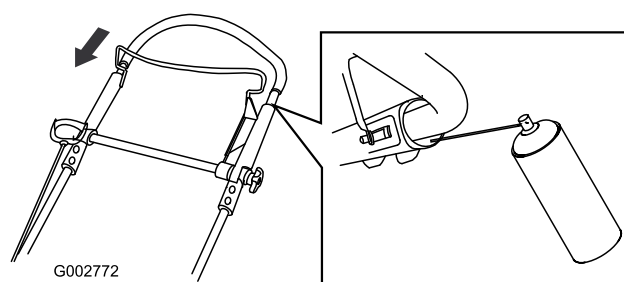

Figura 47
2. Spingete completamente verso il basso la sezione superiore della stegola e spruzzate il prodotto sulla superficie interna di plastica della parte esterna della stegola (Figura 47).